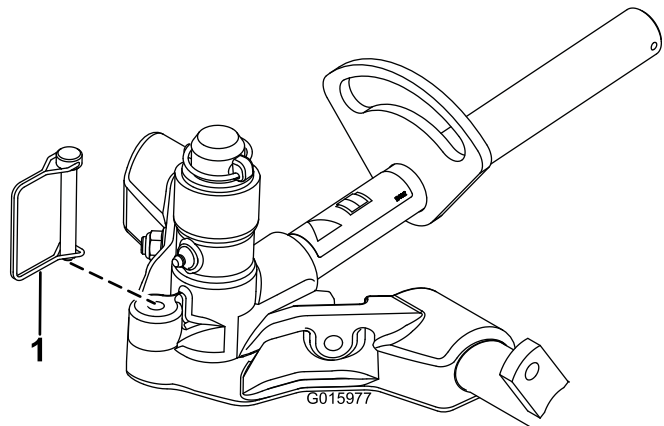

图 17
12. 要锁定固定滚刀组的转向用锁扣销图 17 将轴轭固定到承载架上。